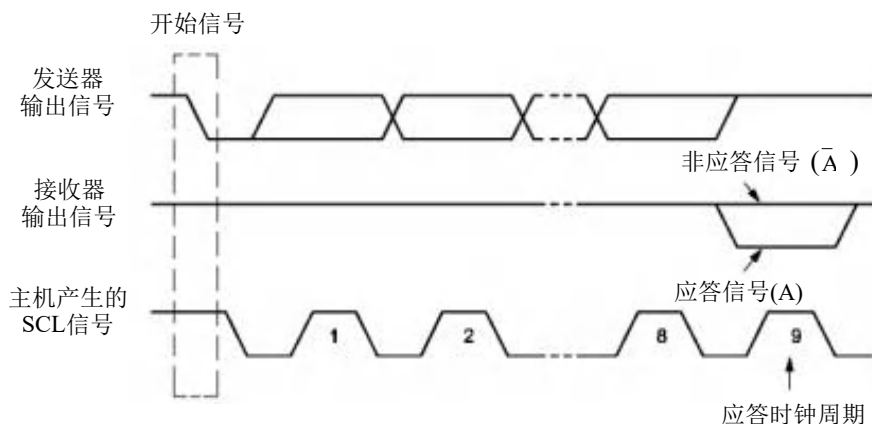

Figure 15-5 IIC 总线的应答信号
到与另一个从机通信。如 Figure15-5 所示，当 SCL 为高电平时，SDA 由高电平向低电平跳变，产生重新开始信号，它的本质就是一个开始信号。
**应答信号 (A)：**接收数据的 IIC 在接收到 8 位数据后，向发送数据的 IC 发出的特定的低电平脉冲。每一个数据字节后面都要跟一位应答信号，表示已收到数据。应答信号在第 9 个时钟周期出现，这时发送器必须在这一时钟位上释放数据线，由接收设备拉低 SDA 电平来产生应答信号，由接收设备保持 SDA 的高电平来产生非应答信号 ( $\bar{A}$ )，如 Figure15-5 所示。所以，一个完整的字节数据传输需要 9 个时钟脉冲。如果从机作为接收方向主机发送非应答信号，这样，主机方就认为此次数据传输失败；如果是主机作为接收方，在从机发送器发送完一个字节数据后，发送了非应答信号，从机就认为数据传输结束，并释放 SDA 线。不论是以上哪种情况都会终止数据传输，这时，主机或是产生停止信号释放总线，或是产生重新开始信号，开始一次新的通信。开始信号、重新开始信号和停止信号都是由主控制器产生，应答信号由接收器产生，总线上带有 IIC 总线接口的器件很容易检测到这些信号。